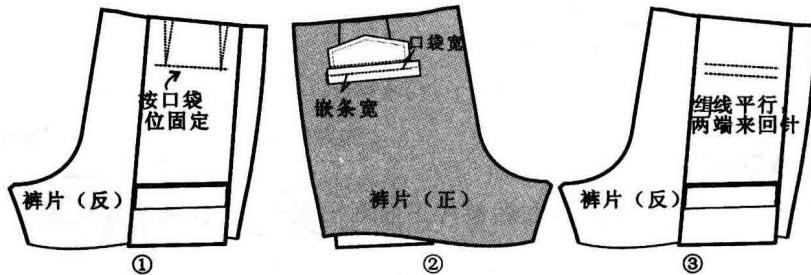

图 1.1-17 缉缝袋布、袋盖与嵌条
缉缝袋布、袋盖与嵌条：在裤片反面按照袋位线丁固定袋布，用长线临时固定（见图 1.1-17—①）。袋盖净样线与口袋上粉印对准缉缝，嵌条固定线与下粉印对准缉缝（见图 1.1-17—②），缉线左右进出一致，宽窄一致，起止针要来回三道（见图 1.1-17—③）。